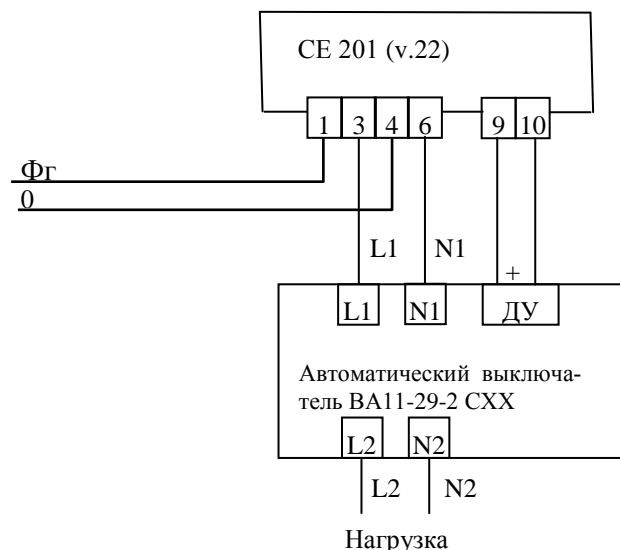

Рисунок 5.26 – Схема подключения автоматического выключателя ВА11-29-2
5.3.8.4 Срабатывание ИВ по превышению лимита мощности совместно с автоматическим выключателем BA11-29-2 (рисунок 5.26) предоставляет возможность введения ограничения режима потребления. Для этого требуется установить:
5.3.8.5 Срабатывание ИВ по уровню напряжения совместно с автоматическим выключателем BA11-29-2 (рисунок 5.26) может быть использовано для защиты бытовой техники от повреждения при перепадах напряжения в сети. Для этого требуется установить: